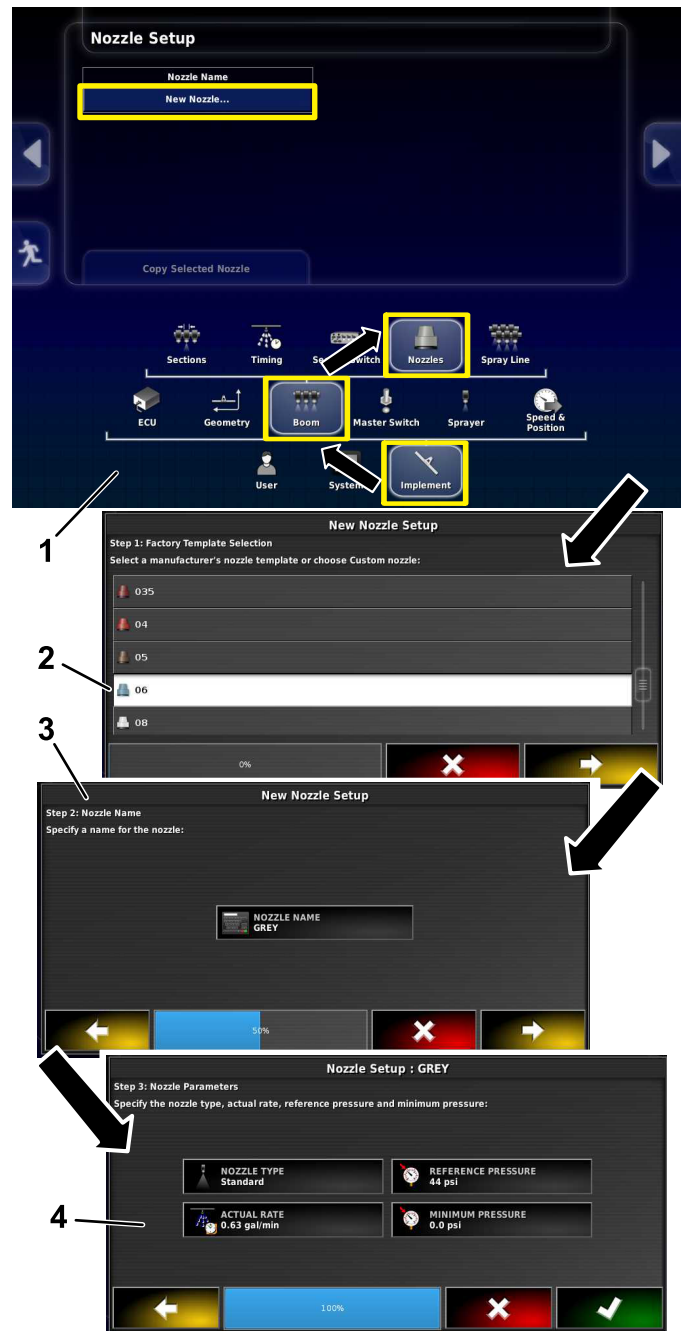

Bild 6
2. Wählen Sie das Symbol „Implement“, „Boom“ und „Nozzles“ (Bild 6).
3. Wählen Sie das Symbol „New Nozzle“ oben auf dem Bildschirm (Bild 6).
4. Wählen Sie die Düse basierend auf der Größe und Farbe (Bild 6).
5. Tippen Sie auf das Symbol NOZZLE NAME (Bild 6).